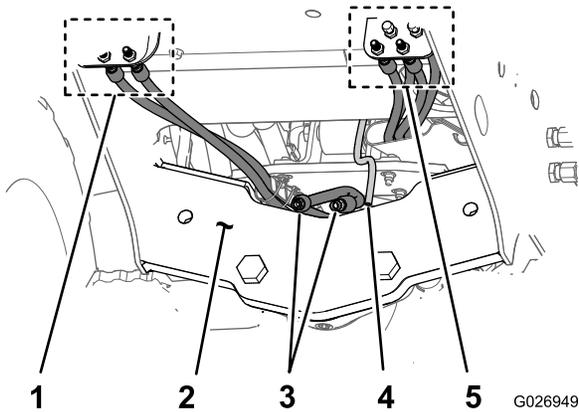

Figura 7
1. En la parte delantera de la máquina, identifique con cuidado y marque la posición de las mangueras en los paneles de conexión derecho e izquierdo (Figura 7).
- Retire las mangueras de los acoplamientos de los paneles de conexión izquierdo y derecho, y tapone las mangueras (Figura 7).
2. Conecte las mangueras a los acoplamientos de los paneles de conexión del lado derecho e izquierdo (Figura 7).